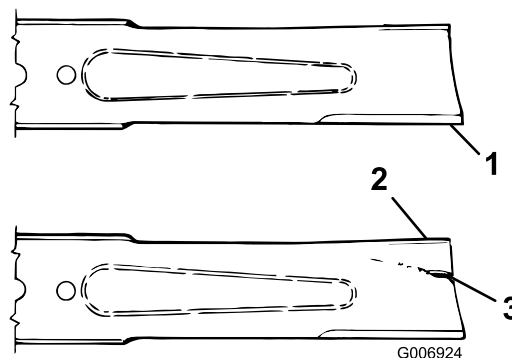

Figura 77
3. Verificate accuratamente i taglienti, con particolare attenzione ai punti d'incontro delle sezioni piatta e curva della lama (Figura 77).
4. Se riscontrate segni di usura (Figura 77), sostituite la lama; fate riferimento a Controllo del piano della lama \(pagina 77\).
Se continuate ad usare la lama usurata, si forma una scanalatura tra la costa e la sezione piatta della lama (Figura 77). Alla fine, un pezzo di lama può staccarsi e venire lanciato dal sottoscocca, con il rischio di ferire gravemente voi o gli astanti.